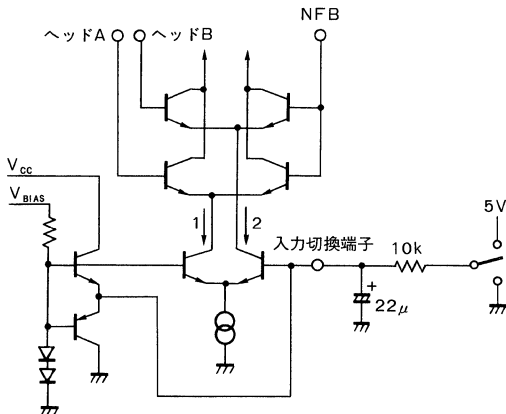

Fig.15
- a. Fig. 15 の入力切替端子が 0.67V 以下の時 I_1 が流れ、ヘッド A が選択されます。
- b. Fig. 15 の入力切替端子が 2.0V 以上の時 I_2 が流れ、ヘッド B が選択されます。
②EQ アンプ回路 テープヘッドから入力された信号を NAB 特性にイコライズし、パワーアンプの入力レベルまで増幅する回路です。